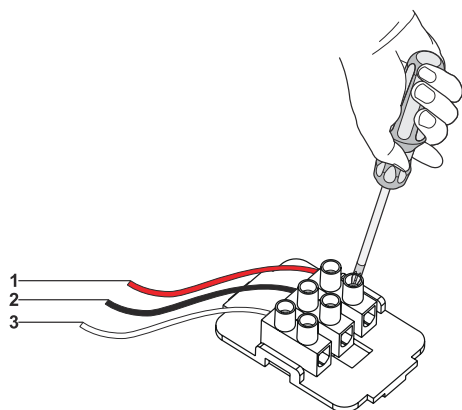

Fig. 11
1. ➤ **NC / COM:** När dessa 2 anslutningar används och fläkten stängs av kommer fläkten skicka en signal till den anslutna enheten (Fig. 11).
2. ➤ **NO / COM:** När dessa 2 anslutningar används och fläkten sätts på kommer fläkten skicka en signal till den anslutna enheten (Fig. 11).